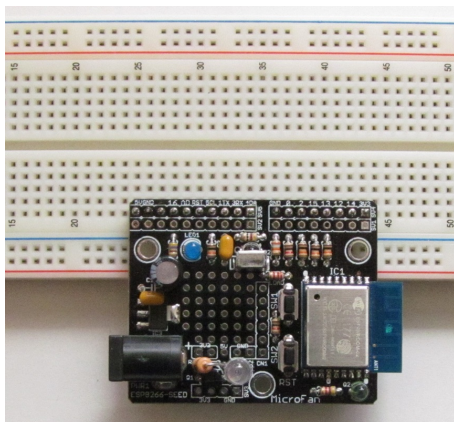

図 1.4 ブレッドボードへの接続
- 拡張回路の試作などの際に試行錯誤をする場合には、基板の端に用意されている端子部分にヘッダーピンをはんだ付けし、図 1.4 に示すように ESP8266-SEED-R2 をブレッドボードに接続して試作を行うことができます。